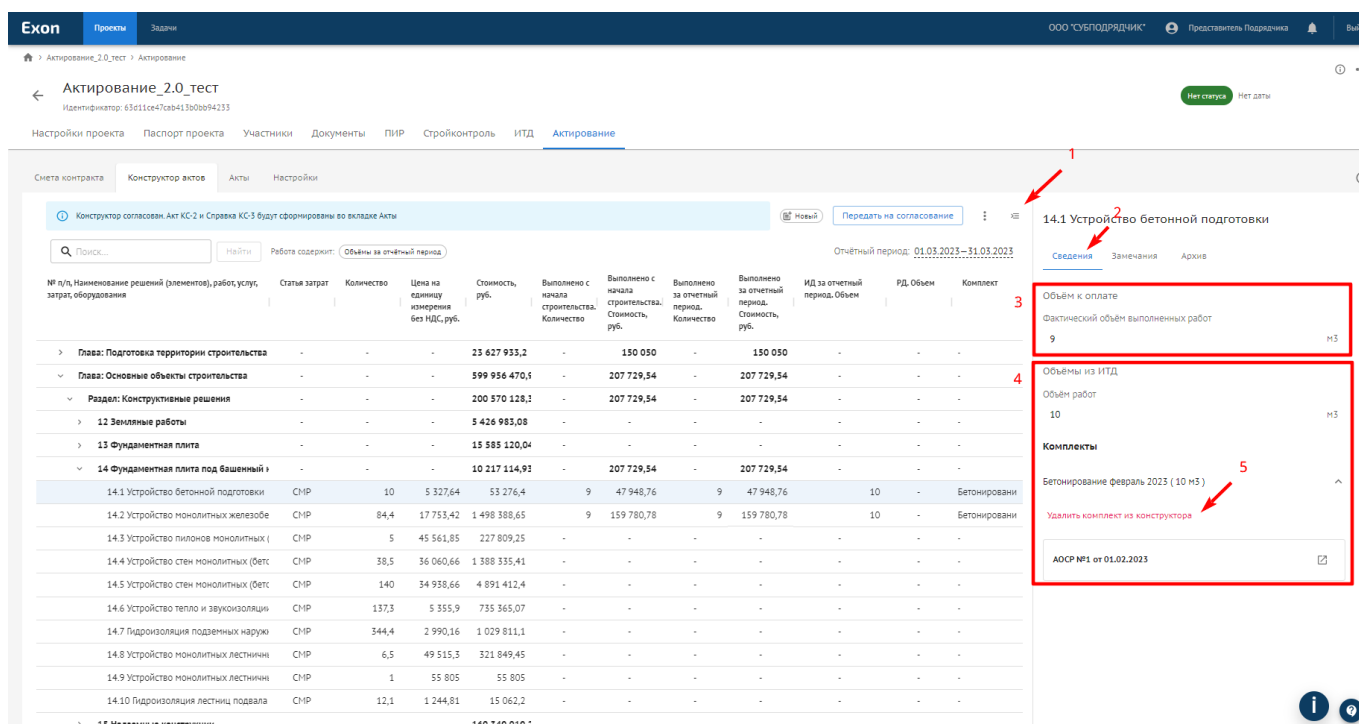

Рис. 29 - Сведения об объемах
В конструкторе актов по каждой строке можно открыть карточку (1) раздел Сведения (2) в которой будет отражена информация об объемах, выведенных вручную (3) и объемах, которые были добавлены из комплектов ИД (4). Если комплекты были добавлены в строки сметы контракта ошибочно, их можно удалить (5), сделать это возможно до передачи конструктора актов на согласование Заказчику (рис. 29).